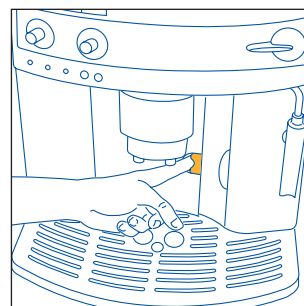
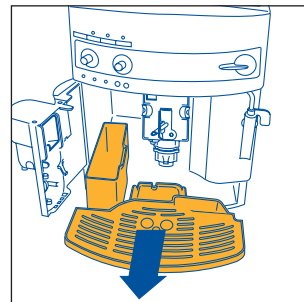

Рис. 15
Рис. 16
ПРИМЕЧАНИЕ 7: кофеварка подсчитывает количество чашек воды, которые были приготовлены. Каждые 14 маленьких чашек (или 7 больших) ☹ загорается индикатор (гл. 12, пункт 3), предупреждая, что кассета для кофейной гущи заполнена и ее необходимо вытряхнуть и прочистить. До очистки кассеты для гущи лампа остается горячей, а кофеварка больше не готовит кофе. Для того, чтобы произвести очистку, откройте дверцу для обслуживания, расположенную в передней части, потянув за специальную ручку, рис. 15; загорится мигающий индикатор ☹, см. пар. 12, п. 9, затем извлеките ванночку для сбора воды, рис. 16, слейте и очистите ее.
- откройте дверцу для обслуживания, рис. 15;
- извлеките ванночку для сбора воды и кассету для гуцци, рис. 16 и промойте их;